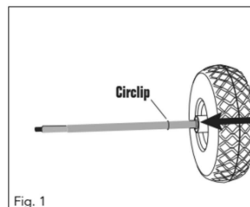

Fig. 1
1. Glissez une roue (12) avec la tige de soupape faisant face, sur l'essieu (16) (fig. 1).